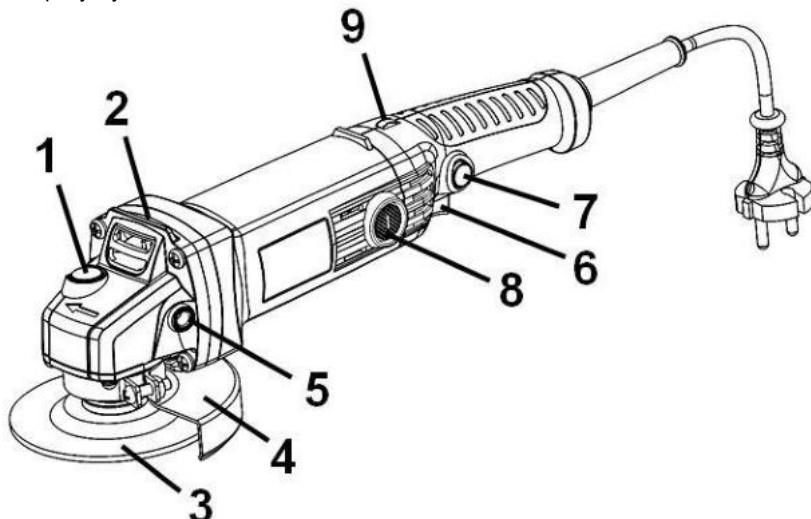

Рисунок 1
2.2.1 Конструкція виробу складається з одноступеневого редуктора з конічними шестернями в металевому корпусі (2), який приєднаний до пластикового несучого корпусу з колекторним двигуном змінного 1-фазного струму, перемикачем (6), регулятором швидкості (9) мережевим шнуром живлення згідно з рис.1. Вихідний вал редуктора розташований перпендикулярно осі двигуна і є робочим шпинделем для приєднання змінних насадок (абразивних дисків) (3) з фіксацією затискою гайкою, або накрученими на шпиндель. На металевому корпусі (2) хомутовим з'єднанням закріплений захисний кокух (4) з можливістю фіксованого позиціонування по колу. Сервісні кришки (8) дозволяють прискорити заміну щіток двигуна без розборки виробу. Для фіксації шпинделя під час зміни дисків (3) в корпусі редуктора (2) передбачений кнопковий фіксатор (1). Електрична частина виробу складається з колекторного однофазного електродвигуна змінного струму, вимикача електроstromu, регулятора швидкості, з'єднувальних проводів і мережевого шнура. Захист від ураження електричним струмом користувача у виробу відповідає класу II за ДСТУ EN 61140:2015.